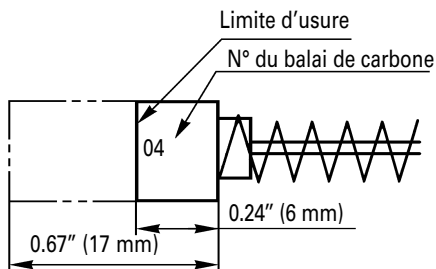

Fig. 31
4. Inspection des balais de carbone : (Fig. 31)
REMARQUE : Utiliser le balai de carbone HITACHI n° 04 indiqué à la Fig. 31.